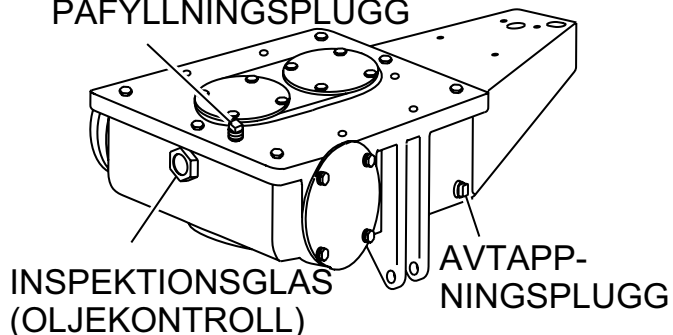

Bild 8. Växellådans oljepluggar
1. Kontrollera växellådans oljenivå i båda växellådorna genom att titta på inspektionsglaset på baksidan av växellådan. Se bild 8.
2. Oljenivån i växellådan bör vara i mitten av inspektionsglaset (bild 8). Växellådsoljans kapacitet är 1 US gallon, (3,79 liter). Om ytterligare olja behövs skruvar du av oljepåfyllningspluggen som är belägen på toppen av växellådan och fyller på med ISO 220 EN GMA GR 5 EP olja.